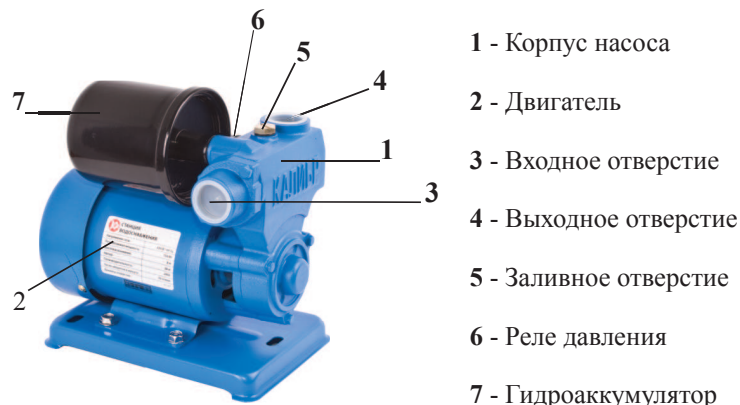

рис. 1
4.1 Общий вид станции водоснабжения схематично представлен на рис. 1
6.1 Перед монтажом станции убедитесь, что гидроаккумулятор 7 (рис. 1) закачан воздухом под давлением 1,2-1,3 атм. При меньшем давлении, закачайте обычным автомобильным насосом воздух через пневматический клапан, который находится с обратной стороны гидроаккумулятора.
6.9. Наполните всасывающую трубу/шланг и насосную часть через заливное отверстие 5 (рис. 1) на корпусе насоса водой. После того, как уровень жидкости заполнит насосную часть, вытеснив из неё воздух, закройте заливное отверстие и включите насос в сеть.